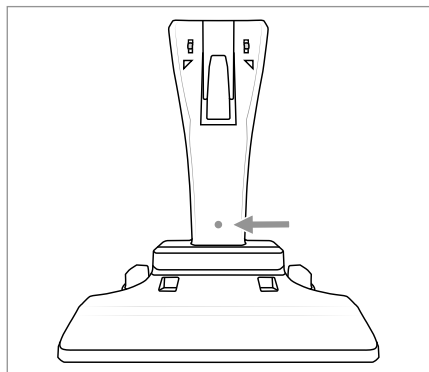

Fig. 1
- 1) Brug åbningen i holderen 22 til markering af borchullet på væggen (fig. 1).
- 4) Sæt skruen 26 ind i holderens 22 åbning (fig. 1), og skru den i dyvelen 27 med en stjerneskruetrækker.